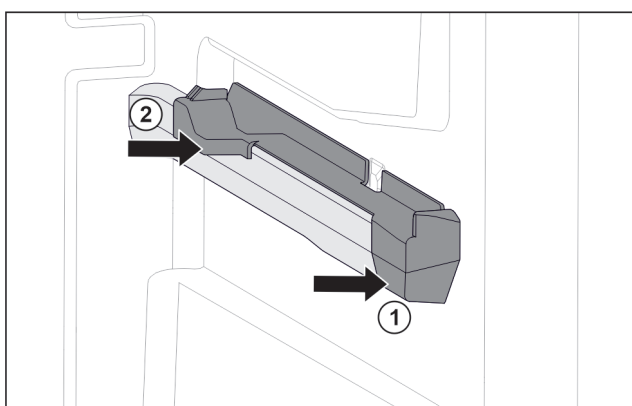

Fig. 19 Вставная часть на правом контейнерном ребре
- ▶ Наденьте вставную часть спереди на контейнерное ребро. Fig. 19 (1)
- ▶ Нажмите на вставную часть сзади. Fig. 19 (2)